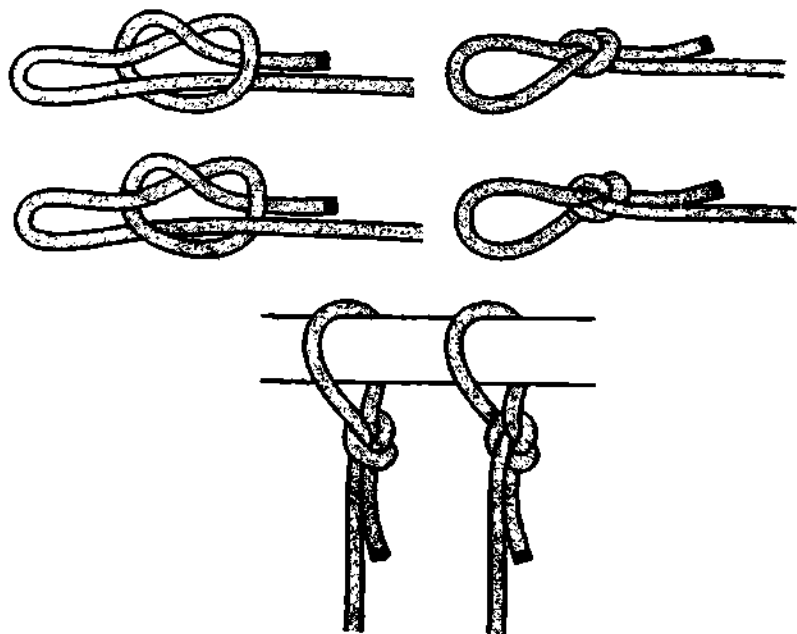

Рис.355. *Скользящий простой узел.*
*Скользящий простой узел* – это самая простая затягивающаяся петля (рис. 355). Её можно завязать одним движением руки. *Скользящий простой узел* очень распространён и часто используемый в повседневной жизни узел. Это одновременно и затягивающаяся петля и узел для крепления верёвки к опоре. Затягивающаяся петля может быть завязана и на конце и на середине верёвки.